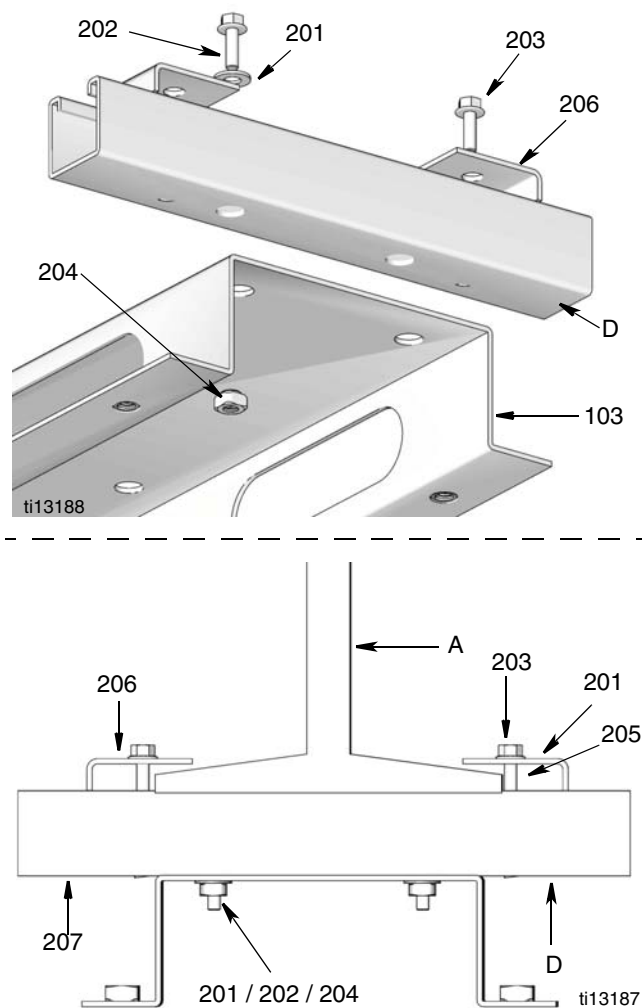

FIG. 9
1. Solidement attacher les barres de fixation (D) au support. Utiliser deux barres de fixation pour chaque support de montage (103) d'une capacité de 1 à 3 enrouleurs. (Utiliser 3 barres pour des supports pour 4 à 6 enrouleurs.)
2. Mettre les attaches ajustables (206) des barres de fixation sur la poutrelle en I (A) et les serrer fortement (FIG. 9).